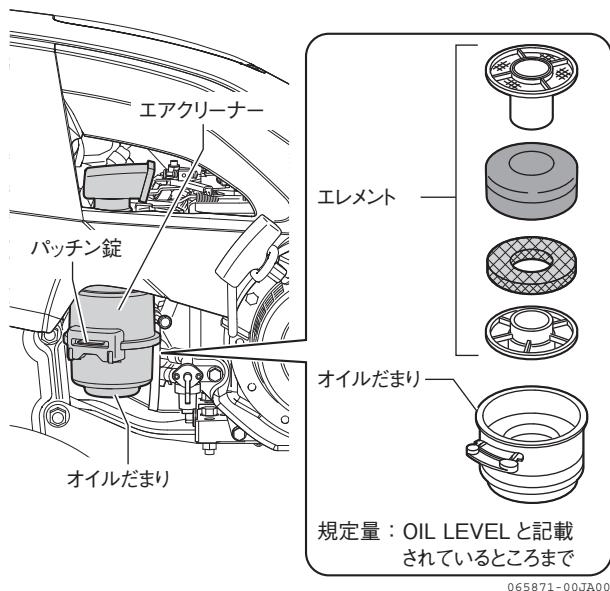

図 4-20 エアクリーナー
1. オイルだまりを固定している、パッキン錠を解除して、オイルだまりを外します。(図 4-20)
5. エレメントの上下方向を間違えないようにエアクリーナーへ入れ、オイルだまりを元通りに取り付けます。(図 4-20)